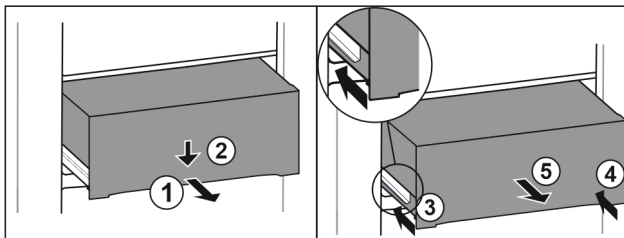

Fig. 95
- ▶ Вытяните выдвижной ящик наполовину. Fig. 95 (1)
- ▶ Вдавите выдвижной ящик в передней части вниз. Fig. 95 (2)
- ▶ Задвиньте левую направляющую прим. на 2 см. Fig. 95 (3)
- ▶ Задвиньте правую направляющую прим. на 2 см. Fig. 95 (4)
- ▶ Извлеките выдвижной ящик движением вперед. Fig. 95 (5)